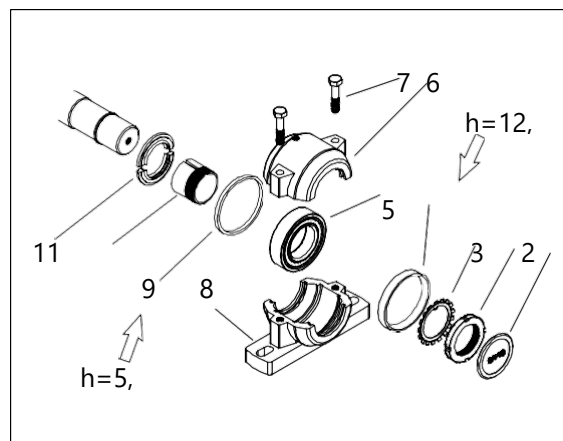

Fig. 7a. Lager, mateside
2. Fjern festeboltene M10 (7) og de øvre lagerhusene (6).
5. Bøy haken på festeringen (3) ut fra hakket på akselmutteren og åpne akselmutteren.
6. Fjern akselmutteren, festeringen, avstandsringen (4), lageret (5), avstandsringen (9) og strammekonusen (10).
7. Monter strammekonusen, avstandsringen (9) og lageret på skiveakselen. Noter tykkelsen på avstandsringen (9) – se fig. 7a.
11. Bøy en hake på festeringen (3) inn i et hakk på akselmutteren.
12. Monter den andre halvdel av støvdekslet og endeplaten på lagerhuset. Monter avstandsringen (4) på akselen.
1. Åpne det øvre lagerhuset, se monteringstegningen for lagerhus, (fig. 7a). Fjern gammelt smørefett så forsiktig som mulig og erstatt det med nytt smørefett. Ikke fyll lagerhuset med smørefett.